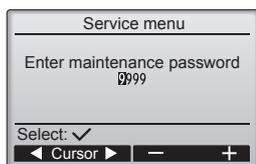

Fig. 7-2
① Selezionare "Service" (Servizio) da Menu princ, quindi premere il pulsante .
② Selezionando il Menu di Servizio, viene visualizzata una finestra che invita a digitare la password. (Fig. 7-2)